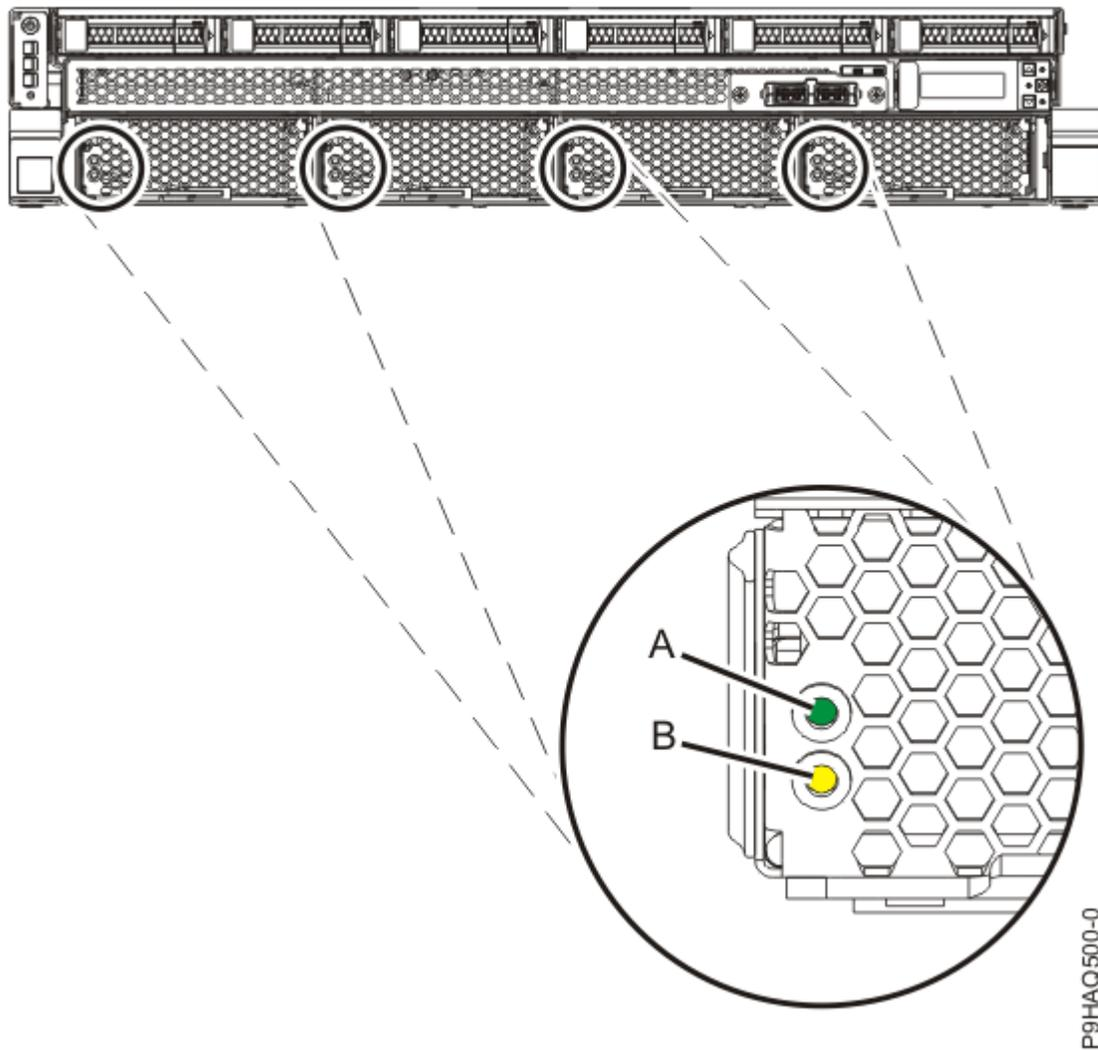

Figura 2. LEDs de ventoinha
- Cada ventoinha tem um LED verde **(A)** e um LED âmbar **(B)**, conforme demonstrado em Figura 2 na página 3. O LED verde está aceso para as ventoinhas, mas a ventoinha com a falha tem o LED âmbar de falha aceso.